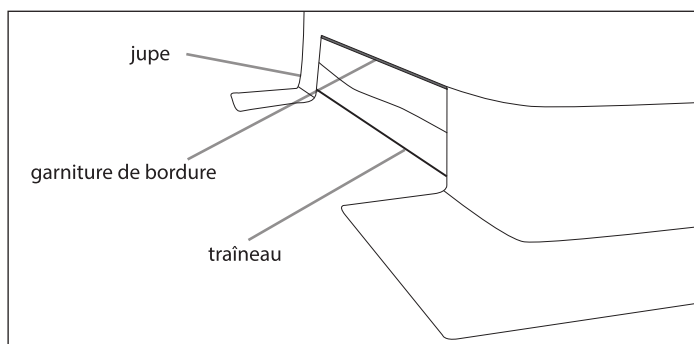

FIGURE 17
24. Après avoir fixé toutes les attaches auto-agrippantes, la garniture de bordure est prête à être posée sur l'arrière de l'abri. Ressortir de l'abri et trouver la garniture de bordure (69306) dans la boîte de pièces. Plier la garniture de bordure en deux pour trouver son milieu. Aligner le milieu de la garniture autant que possible sur le centre de la partie arrière de l'abri. **VOIR FIGURE 17 (page suivante)**